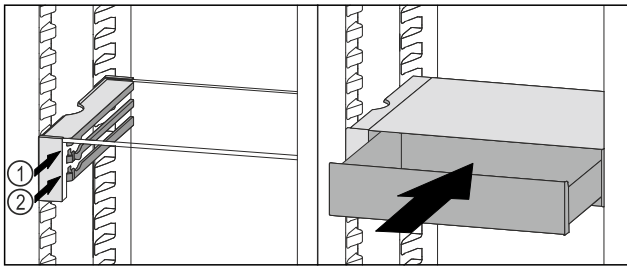

Fig. 70
- VarioSafe-Schubfach hinter den Stopperrn auf gewünschter Rippe Fig. 70 (1) oder Fig. 70 (2) aufsetzen.